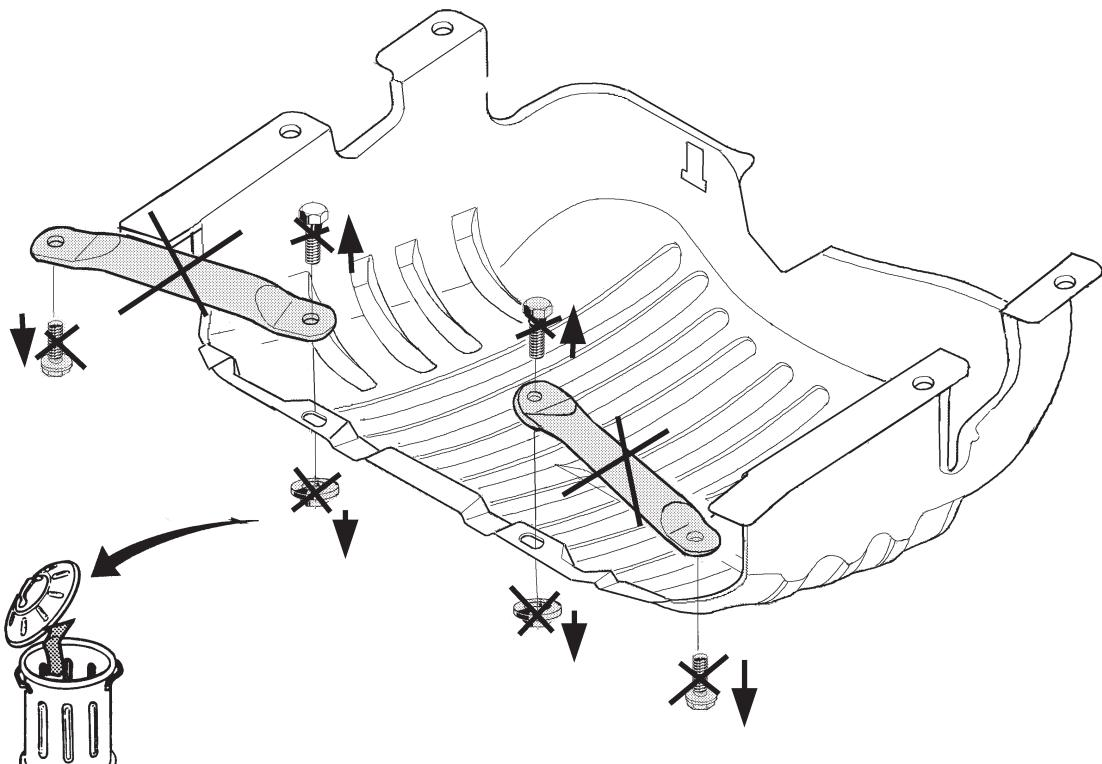
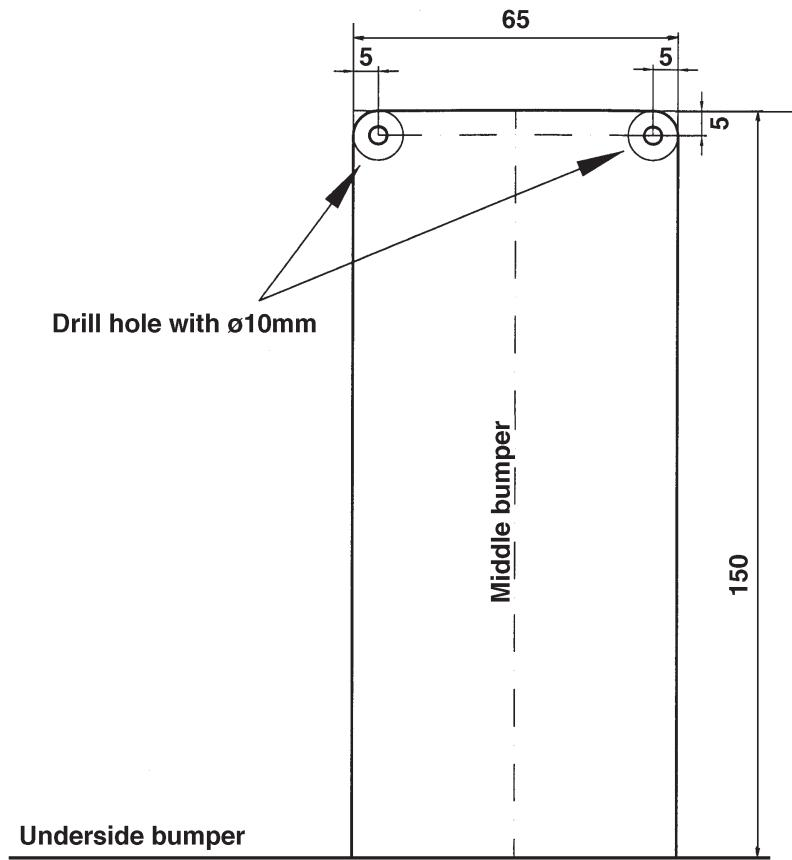

Fig. 1
Fig. 2
1. Retirar el anillo de enganche y los demás dos tornillos del chasis izquierdo. Retirar los tres tornillos a la altura del chasis derecho. Retirar –si montados- los pequeños soportes como indicado en la fig. 1. Los soportes retirados quedan anulados. Serrar una parte del lado inferior del centro del parachoques como indicado en la fig. 2.
1. Rimuovere l'anello di traino ed i restanti due bulloni dalla parte sinistra del telaio. Rimuovere i tre bulloni presenti nella parte destra del telaio. Rimuovere, se montati, i sostegni, come indicato in fig. 1. I sostegni rimossi non dovranno essere rimontati. Segare via dal centro del paraurti, nella zona inferiore, la parte indicata in fig. 2.